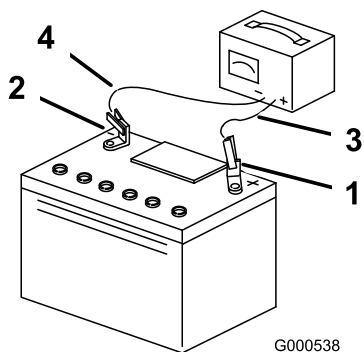

Figura 56
3. Cuando la batería esté completamente cargada, desconecte el cargador de la toma de electricidad, luego desconecte los cables del cargador de los bornes de la batería (Figura 56).